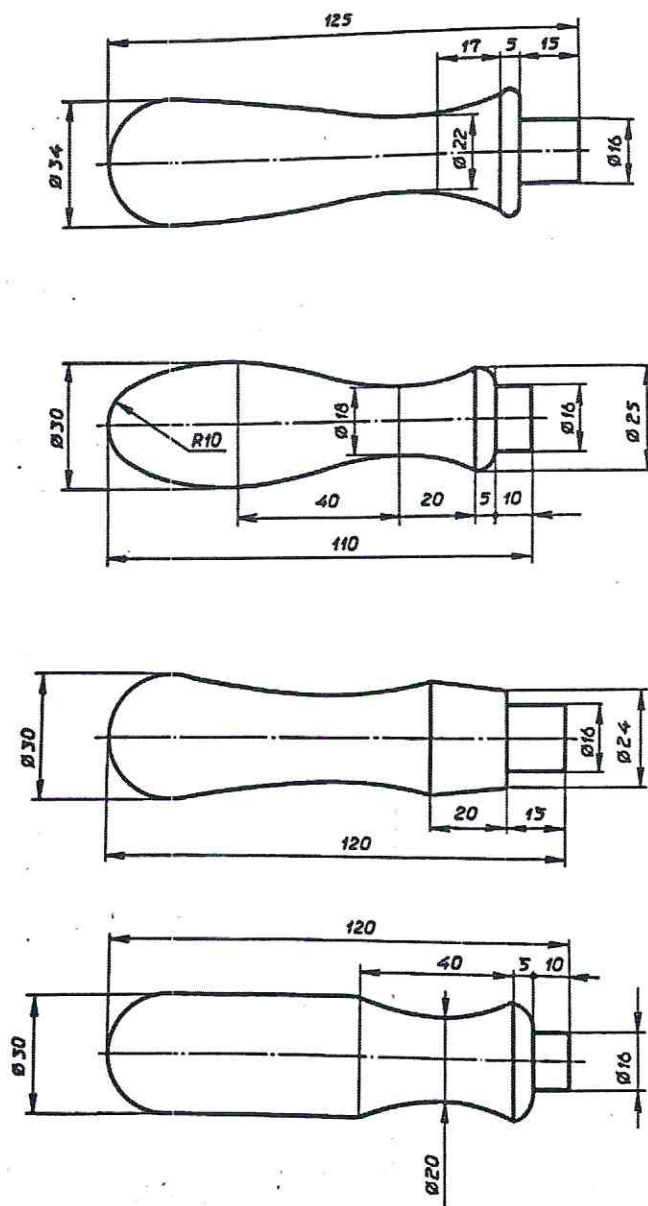

Рис. 1. Варианты исполнения ручки для инструмента
1. По указанным данным, в М 1:1 разработайте чертеж ручки для инструмента (Рис.1). Чертеж оформляйте на формате А4, с указанием рамки и основной надписи.
2. Форму ручки выберете из представленных ниже (Рис. 1).
1. По указанным данным, в М 1:1 разработайте чертеж крючка (Рис.1). Чертеж оформляйте на формате А4, с указанием рамки и основной надписи.